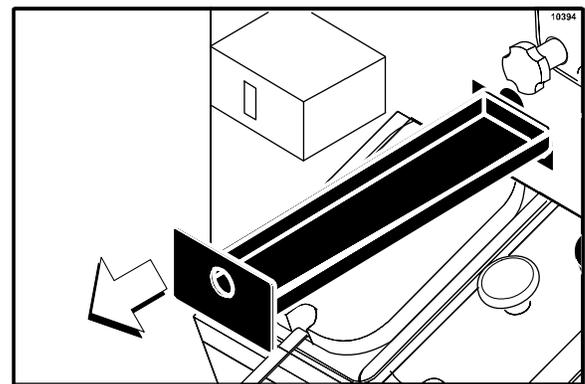

图 106
9. 从前面板上拆卸长滴料盘，将其拿到下水池去清洗。（见图 106。）